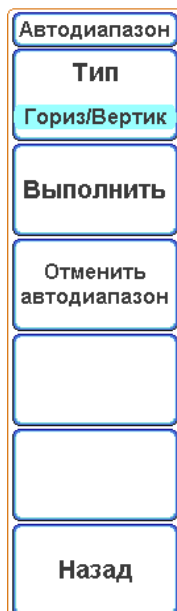

Рисунок 6.32 – Экранное меню «Автодиапазон»
- нажать кнопку «Выполнить», чтобы провести автоматическую настройку включенных входных каналов и уровня синхронизации (синхронизация будет переключена на тип «По фронту», полярность « $\neg$ ») (рисунок 6.32);